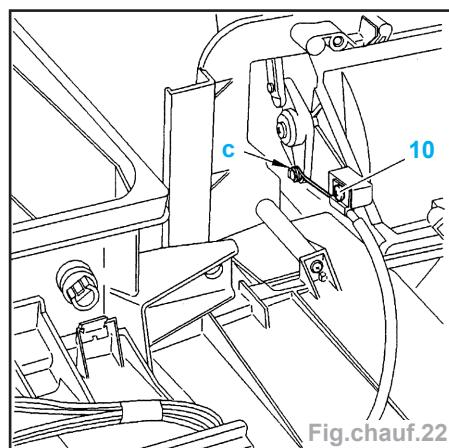

Fig.chauf.22
- Déposer la vis (10) (Fig.Chauf.22).